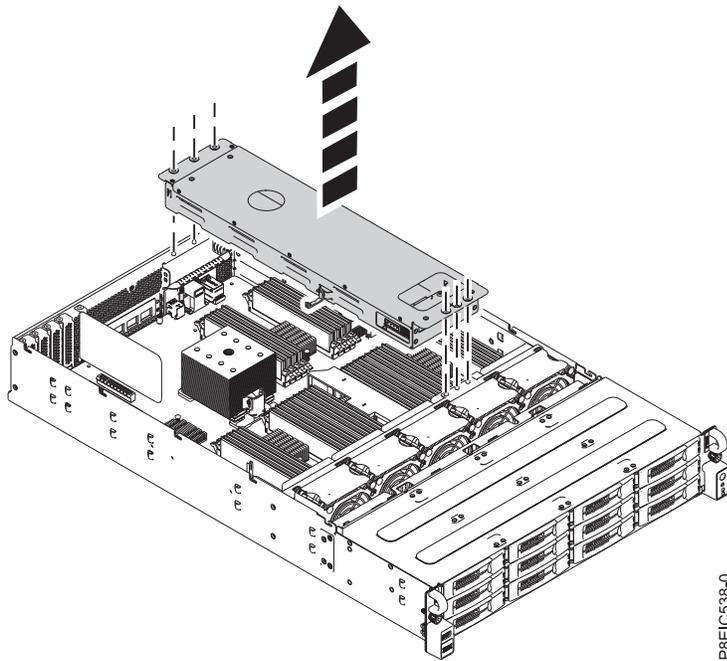

Figura 19. Removendo o conjunto da bandeja de unidade traseira
5. Levante o conjunto da bandeja de unidade traseira do sistema, conforme mostrado na Figura 19.